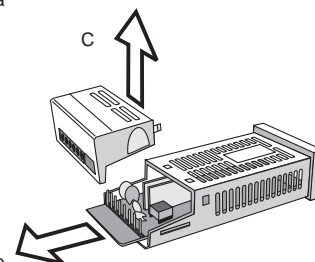

Fig.8b
- 3) Quitar la tapa del terminal (ver fig.8b) (C):
- 4) Sacar completamente el instrumento de la caja (ver fig.8b) (D).